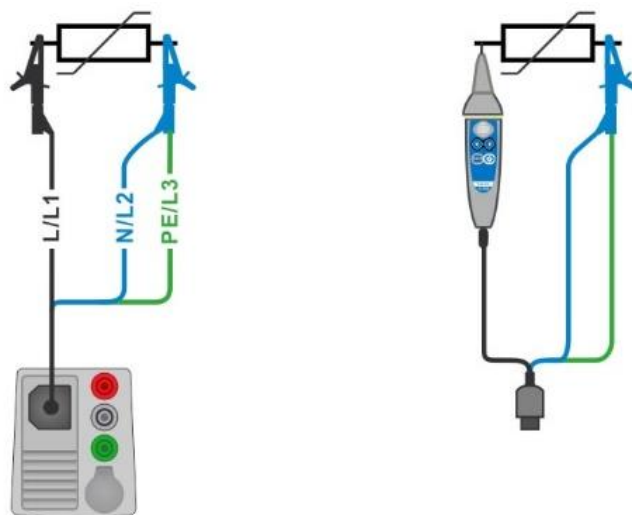

Fig. 4.18: Forbindelse med 3-leder testledninger og Tip commander (Range: 1000 V)
- › Forbind testledningerne til objektet der skal testes se **Fig. 4.18**.